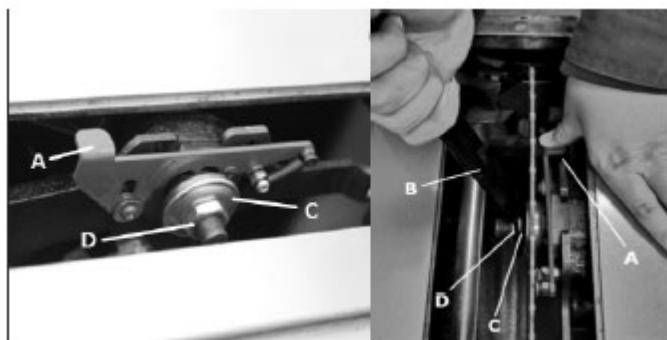

Рис. 23
1. Отвернуть шестигранную гайку (рис. 23, D) и снять наружный фланец (рис. 23, C) со шпинделя.
2. Поставить пильный диск диаметром 254 или 300 мм на шпиндель, проверив, чтобы зубья диска были обращены книзу, глядя спереди станка. Надеть наружный фланец (рис. 23, C), навернуть шестигранную гайку (рис. 23, D) на шпиндель и затянуть гайку рукой. Нажать на рычаг фиксации шпинделя (рис. 23, A) и ключом (рис. 23, B) надежно затянуть гайку.